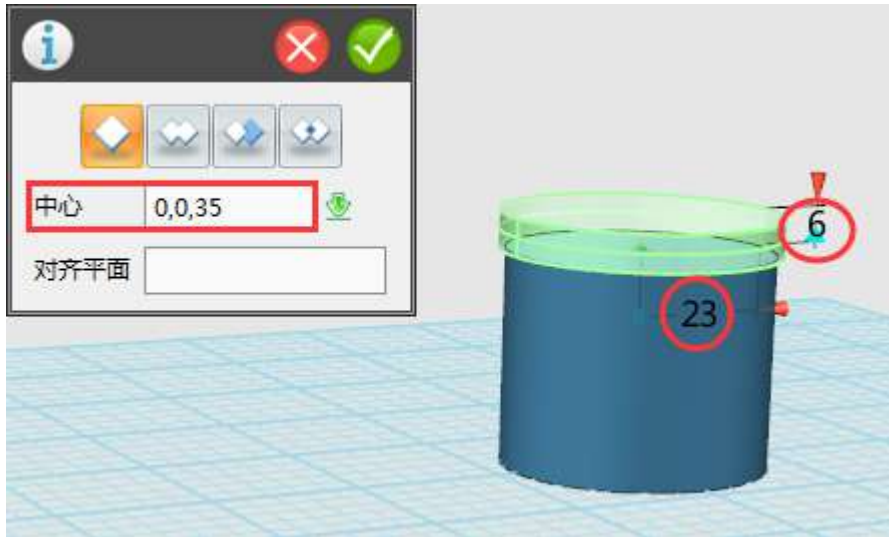

图 1-2
Step 2 继续选择圆柱体  圆柱体，在第一个圆柱体顶面绘制第二个半径为 23，高为 6 的圆柱体，中心点设置为 (0, 0, 35)，如下图 1-2 所示：